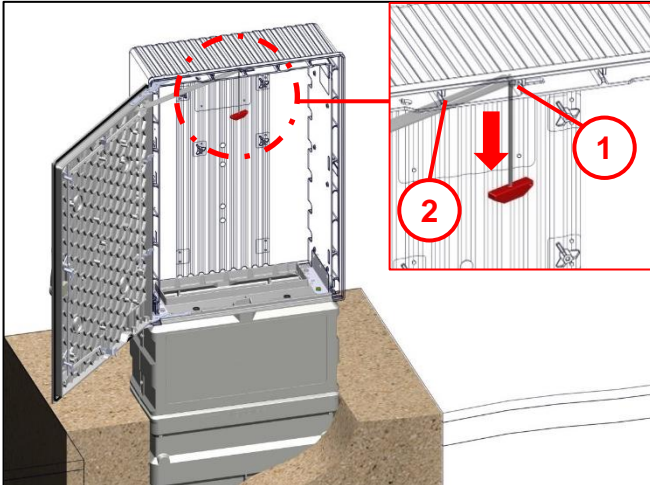
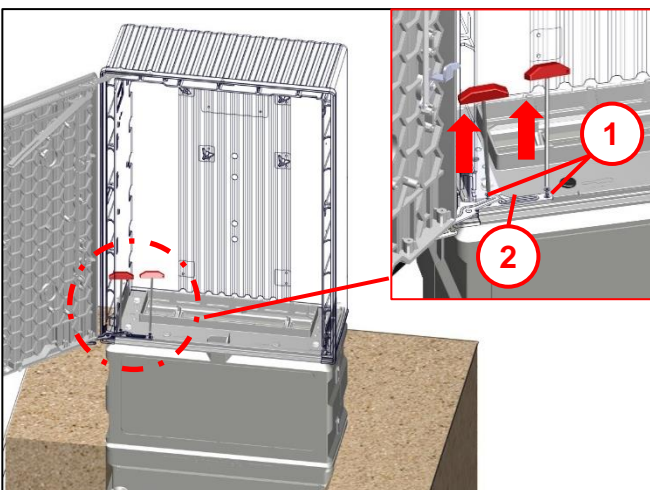

Abb. 10
Abb. 12
- Siehe Abb. 10 – Abb. 12 in umgekehrter Reihenfolge.